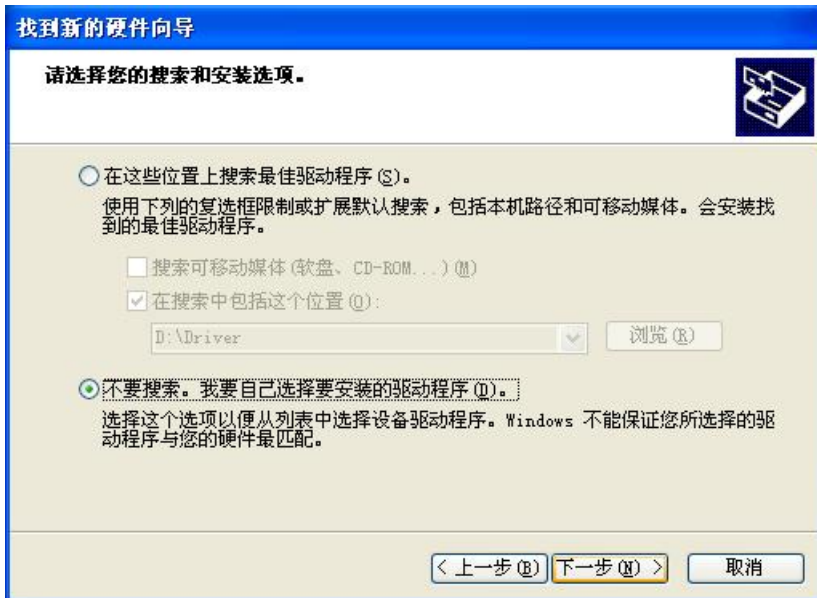

图 2-2 运动控制卡驱动程序安装界面 2
- (2) 在D:\driver找到先前已下载完毕的驱动程序。
- (3) 选择“从列表或指定位置安装(高级) (S)”，点击“下一步(N)”。如图2-1及图2-2所示。